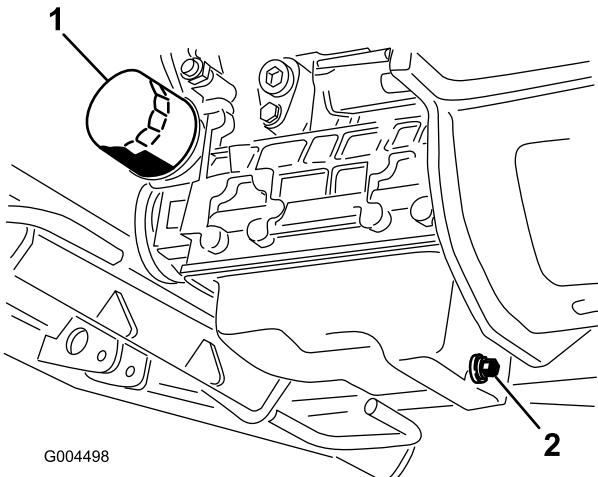

図 46
3. オイルパンの下についているドレン・プラグの下に廃油受けをおく (図 46)。
5. オイル・フィルタ (図 46) を取り外して交換する。